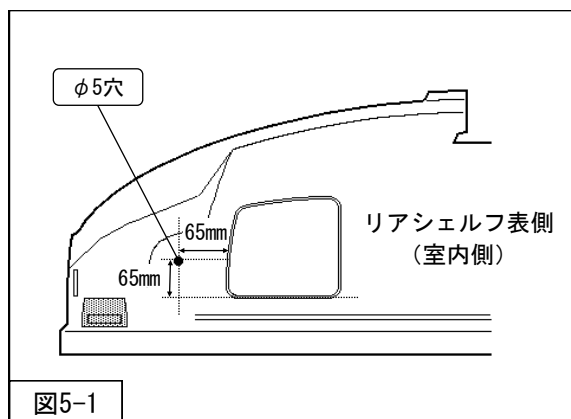

図5-1
1. リアシート後ろのリアシェルフに減衰力調整ケーブル用のφ5の穴を開けてください。（図5-1）
4. リアシェルフを車両に取付け、穴にケーブルを通してください。（図5-1）